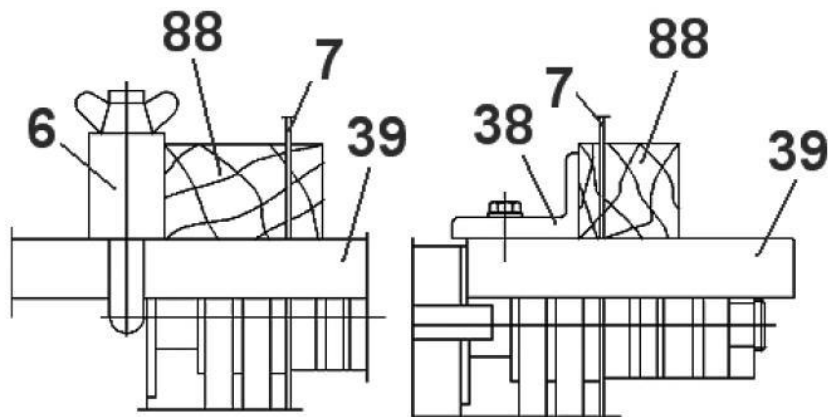

Рис. 27
- Установите направляющий упор (38) (Рис. 27) с левой или с правой стороны от пильного диска (7) (Рис. 27).
- В зависимости от ширины заготовки (88) (Рис. 27) используйте направляющий упор (38) (Рис. 27) или направляющую планку (6) (Рис. 27).
- Высота пиления регулируется подъёмом/опусканием распиловочного стола (39) (Рис. 27).
- Скорость подачи заготовки (88) (Рис. 27) обеспечивается ручным усилием оператора. При этом учитывайте высоту пиления, степень влажности, плотности и однородности древесины.